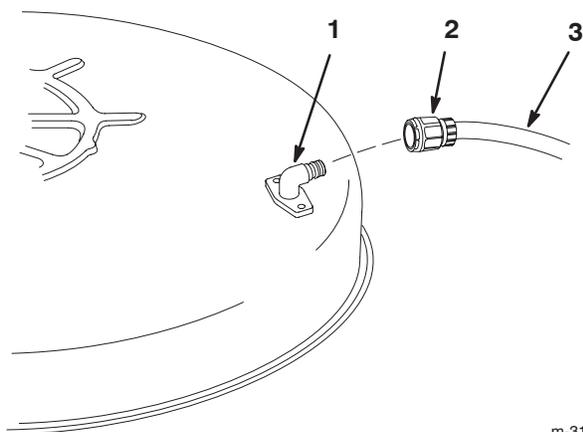

Figure 32
5. Vissez le raccord de lavage à l'embout de lavage du carter de tondeuse, et ouvrez l'eau en grand (Fig. 32).